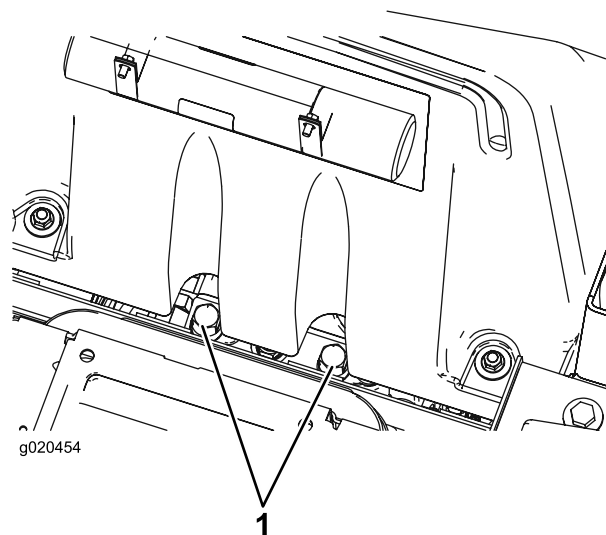

Figura 52
1. Sollevate il sedile e individuate le valvole di bypass, che sono posizionate sotto la parte anteriore del serbatoio del carburante (Figura 52).